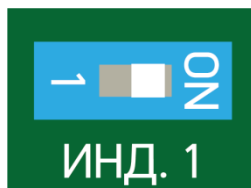

Рисунок 7.17
– снять крышку БОС. Включить сигнальный светодиод (поз.11, рисунок 7.1) установкой флажка выключателя (поз.3, рисунок 7.1) в правое положение (положение «ON») (рисунок 7.17);